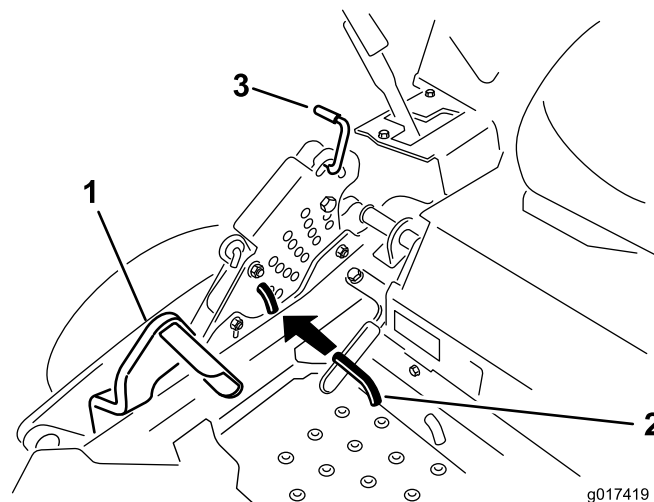

Figura 25
2. Pise el pedal de elevación de la carcasa y eleve la carcasa a la posición de transporte (que es también la posición de altura de corte de 14 cm) (Figura 25).
3. Para ajustar la altura de corte, gire el pasador 90 grados y retire el pasador del soporte de altura de corte (Figura 25).
4. Seleccione el taladro del soporte de altura de corte que corresponde a la altura de corte deseada, e inserte el pasador (Figura 25).